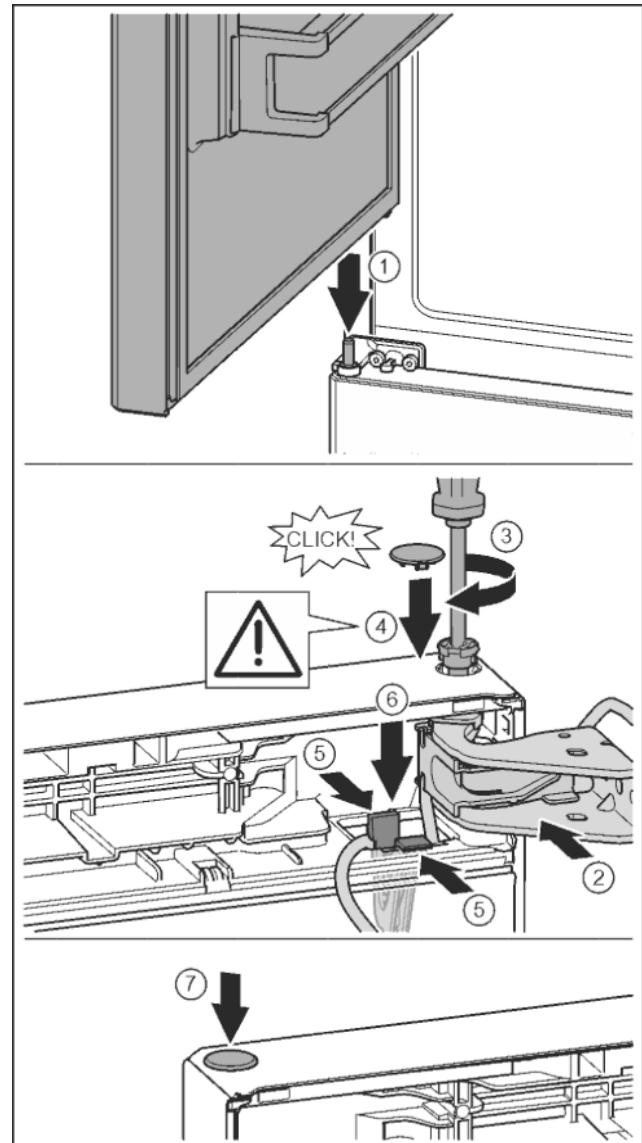

Fig. 39
- Установка верхней двери на средний опорный палец Fig. 39 (1)
- Дверь вверху выровнять по отверстию в опорном кронштейне. Fig. 39 (2)
- Вставить палец и затянуть отверткой T15. Fig. 39 (3)
- Установить предохранительную крышку для защиты двери: вставить предохранительную крышку и проверить, прилегает ли она к двери. В ином случае вставить палец полностью. Fig. 39 (4)
- Вставить держатель кабеля с закрепленным на нем кабелем в отверстие. При этом более длинное отверстие соединительной накладки должно быть направлено вперед. Fig. 39 (5)
- Прижать держатель вниз так, чтобы соединительная накладка защелкнулась. Fig. 39 (6)
- Вставить заглушку. Fig. 39 (7)